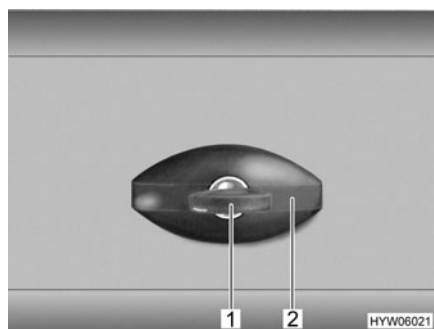

Fig. 42 Serrure du portillon, en forme d'ellipse
- Insérer la clé dans le barillet (Fig. 42,1) et la tourner d'un quart de tour dans le sens inverse des aiguilles d'une montre. La poignée de la serrure (Fig. 42,2) ressort.